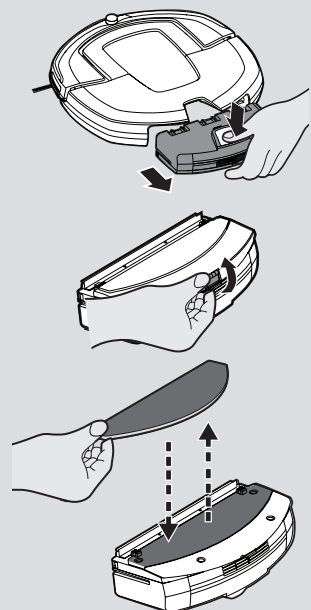

Fig. 13
**PATIN LUSTREUR\* : [Fig. 13]**